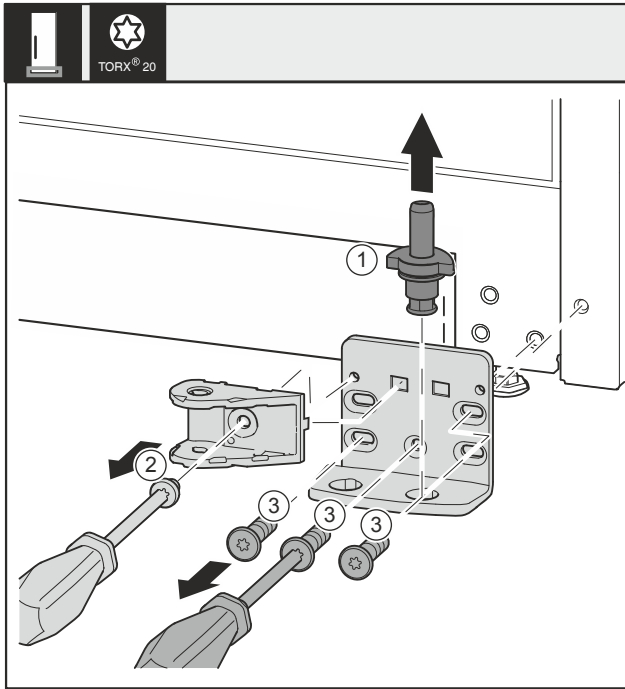

Fig. 36
- ▶ Extrageți complet bolțul de lagăr Fig. 36 (1) în sus.
- ▶ Deșurubați șurubul Fig. 36 (2) cu șurubelnița și detașați îmbinarea amortizorului de închidere.
- ▶ Deșurubați șuruburile Fig. 36 (3) cu șurubelnița și detașați suportul de lagăr.